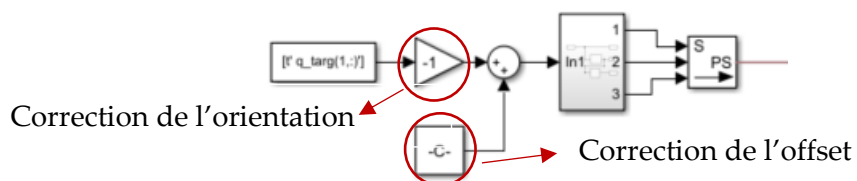

Figure 8 – Définition de l'entrée d'actionnement des liaisons.
4. Une fois correctement configurés, les axes doivent avoir en entrée un équipement qui doit ressembler à la figure 8. On peut alors y adjoindre une entrée correspondant à la sortie des scripts de trajectoire. Voir pour cela le bloc `simin` et sa configuration.